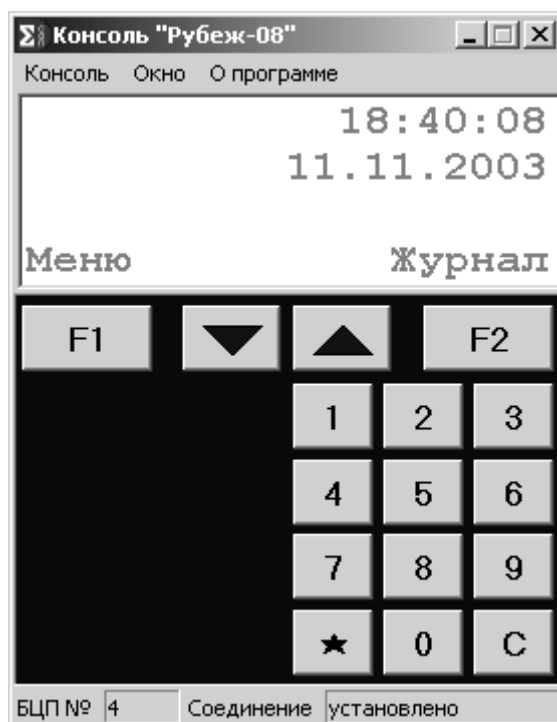

Рис. 9. Окно программы “Рубеж Консоль” при работе.
- Проконтролировать установление связи с БЦП (см. Рис. 9):